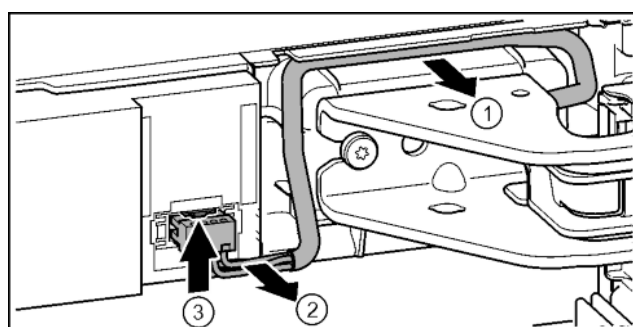

Fig. 17
► Осторожно освободить кабель над опорным кронштейном из направляющей. Fig. 17 (1)
► Аккуратно вытянуть жилы кабеля из канала. Fig. 17 (2)
► Прижать соединительную накладку вверх и осторожно вынуть штекер. Fig. 17 (3)